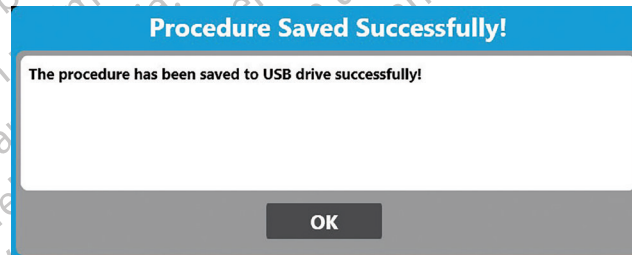

Figura 45. Ventana **Procedure Saved Successfully** (La intervención se guardó correctamente)
**Nota:** Una vez que el archivo se haya exportado correctamente a la unidad USB, se mostrará la ventana **Procedure Saved Successfully** (La intervención se guardó correctamente) (Figura 45).